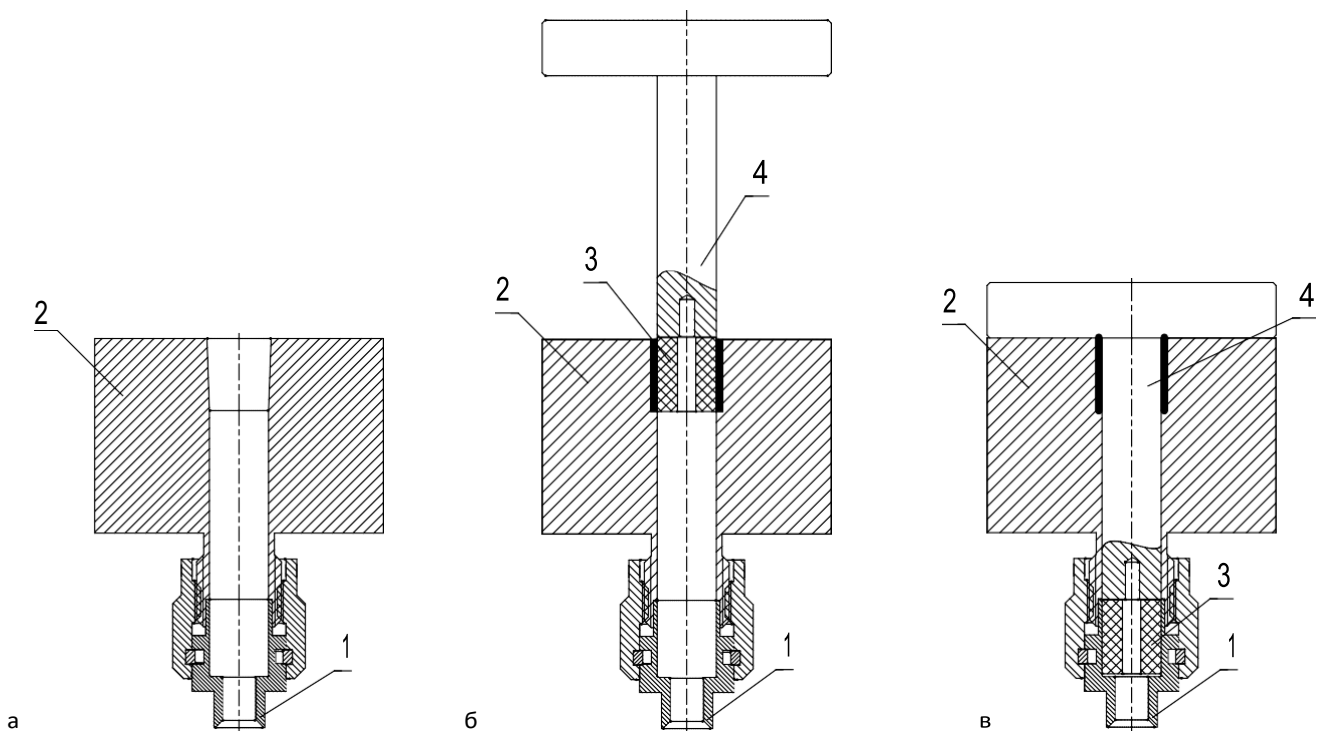

Рис. 41 – Прессование изолятора в корпус соединителя
- скрутите втулку 2 с корпусом соединителя 1 (рисунок 41а);
- установите изолятор 3 во втулку 2, поверх изолятора 3 расположите втулку 4 (рисунок 41б);
- запрессуйте изолятор 3 в корпус соединителя 1 при помощи втулки 4 (рисунок 41в);